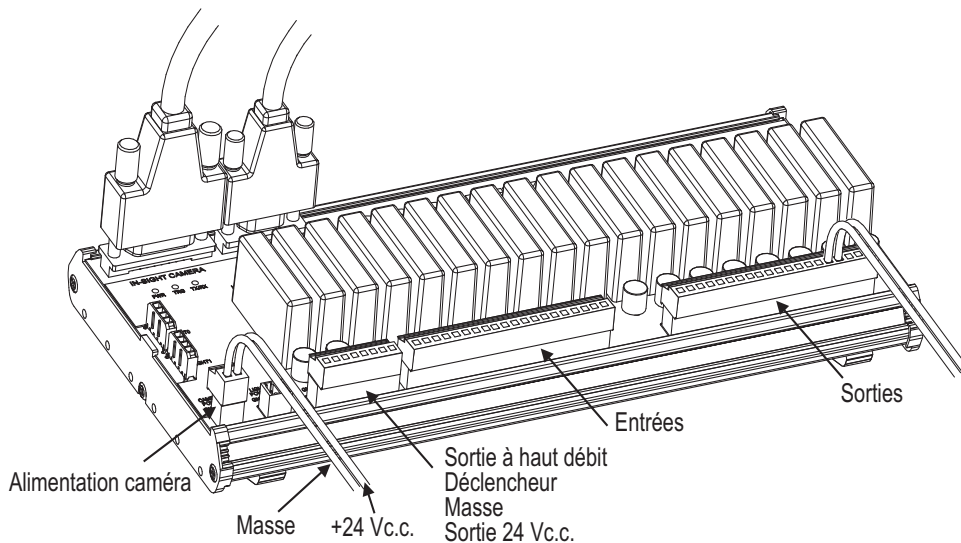

Figure 3-9 : Connexion des fils d'alimentation +24 Vc.c. et de mise à la terre
6. Connectez les conducteurs d'un bloc d'alimentation 24 Vc.c. aux bornes d'alimentation +24 V et de mise à la terre de la fiche de raccordement à 2 broches étiquetées « Camera Power » (Alimentation caméra) du module d'extension d'E/S (Figure 3-9).